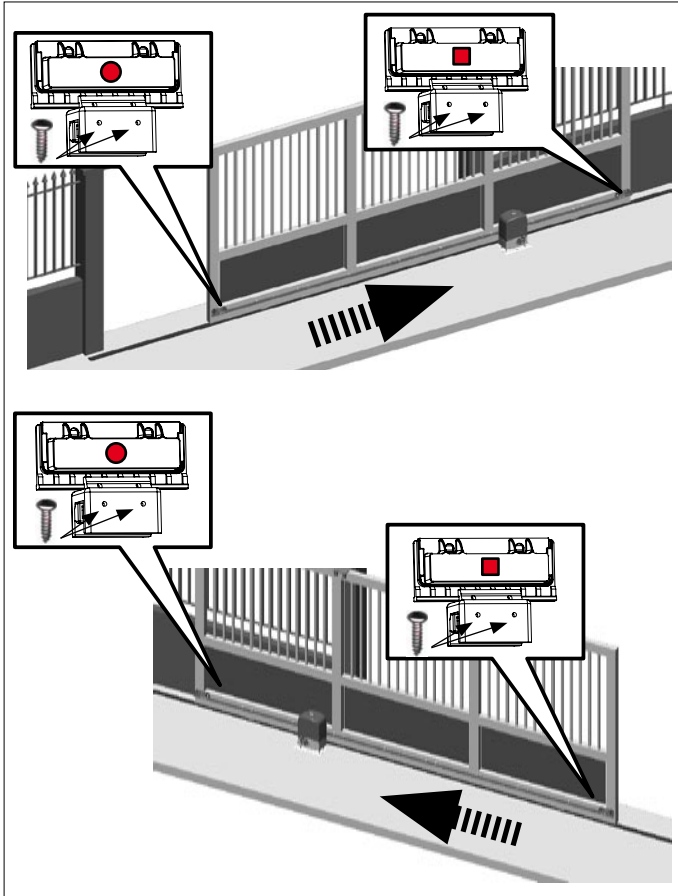

Fig.18
**Important: Pour un fonctionnement correct de l'opérateur, l'aimant représentant le cercle ouvert doit être positionné à gauche du moteur, vice versa l'aimant muni du carré doit être positionné à droite du moteur (VOIR FIGURE 18)**
- 1) Assembler les deux aimants d'après la figure 18.